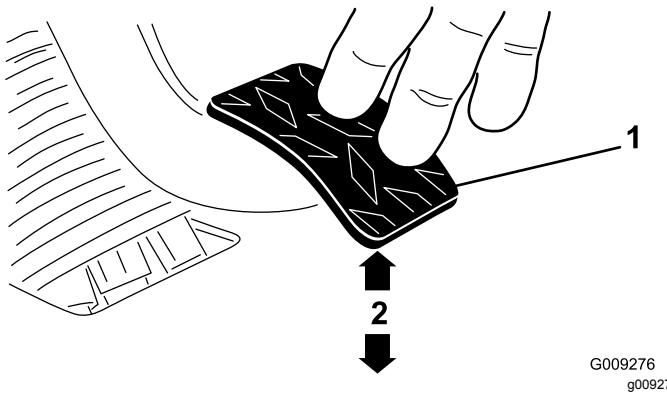

Рисунок 64
- Регулируйте зажимные гайки или шарнир до тех пор, пока задняя кромка педали сцепления не будет находиться на расстоянии 9,2–9,8 см от верха доски пола с ромбовидным рисунком, когда к педали прикладывается усилие 1,8 кг (Рисунок 64).